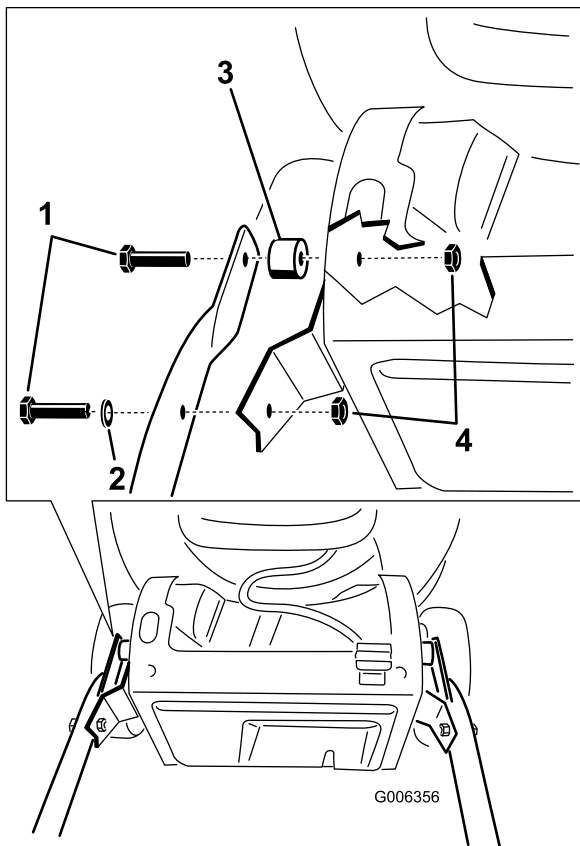

Bild 4
2. Befestigen Sie den Griff mit vier Schrauben, 2 Distanzstücken und zwei Wellenscheiben (aus den losen Teilen) am Mähwerkgehäuse (Bild 4).